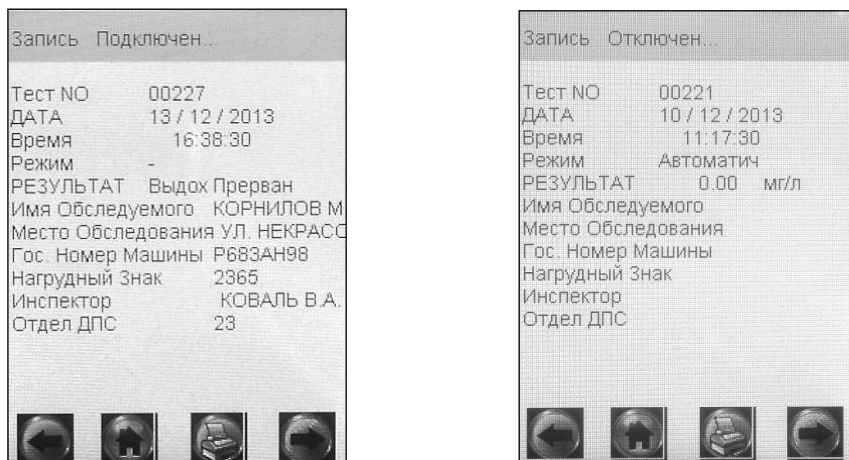
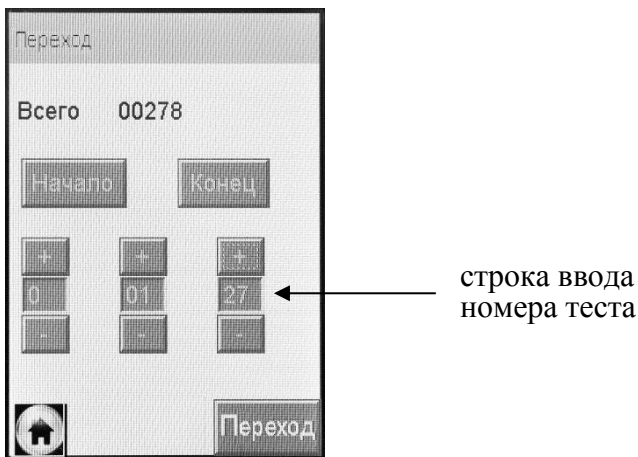

Рисунок 25 – Просмотр памяти
Рисунок 26 – Быстрый переход к требуемому протоколу
На сенсорном экране появится окно «**Запись**» с протоколом последнего измерения (рисунок 25).
2.13.3 Если измерения производились в режиме измерения с вводом данных, результаты измерения хранятся в памяти совместно с автоматически сохраняемыми данными (дата, время и т.д.) и с данными, введенными в предназначенные для заполнения поля (рисунок 25, слева).
2.13.4 Если измерения производились в режиме измерения без ввода данных, в памяти хранятся только результаты измерения совместно с автоматически сохраняемыми данными (рисунок 25, справа).
– находясь в окне «**Запись**» (рисунок 25), зажмите и удерживайте сервисную кнопку и кратковременно нажмите на кнопку включения/выключения, отпустите обе кнопки; на экране появится окно перехода к требуемому протоколу (рисунок 26);